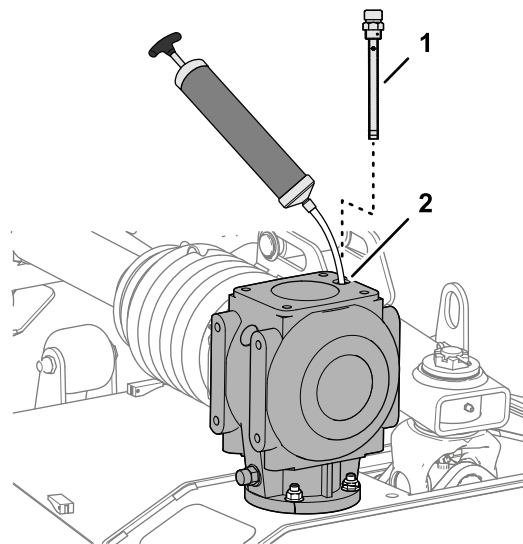

Рисунок 62
- Извлеките щуп из верхней части редуктора (Рисунок 62).
- С помощью всасывающего насоса удалите рабочую жидкость из редуктора через отверстие для масломерного щупа (Рисунок 62).